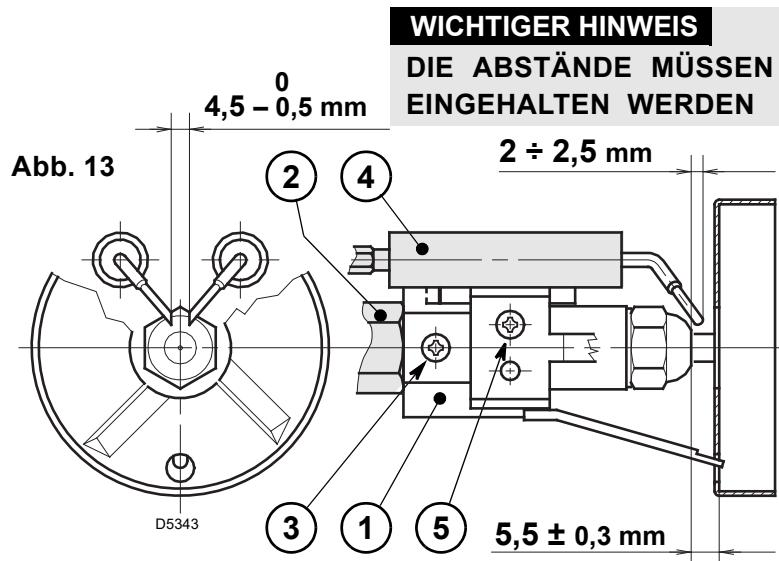

Abb. 13
- Den Brenner an dem Flansch (1) hängen, das Brennerrohr (2) wegnehmen, nachdem man vorher die Schrauben (3) gelockert hat.
- Die Zündkabel (4) von den Elektroden abziehen, den Stauscheibenhalter (5) vom Düsenstock herausnehmen, nachdem die Befestigungsschraube (3, Abb. 13, Seite 7) gelockert wurde.
- **Die Düse (6) richtig anschrauben, wie in der Abbildung dargestellt.**
- Die Zündkabel (4) von den Elektroden abnehmen, den Stauscheibenhalter (9) vom Düsenstock (1) herausnehmen, nachdem die Schraube (3, Abb. 13) gelockert wurde.
- **Die Düse (10) richtig anschrauben, wie abgebildet.**
- In der Abbildung ist der Brennkopf auf einen Durchsatz von 0,85 GPH bei 15 bar eingestellt. Die Raste 3 der Einstellspindel (8) stimmt mit der äußeren Ebene des Düsenstocks (1) überein, wie in der Tabelle angegeben.
4.2 ELEKTRODENEINSTELLUNG (Siehe Abb. 13)